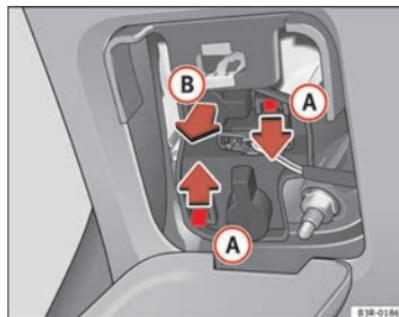

Fig. 220 Smontaggio del supporto lampade
- Fare pressione sulle linguette **A** ⇒ pag. 288, fig. 220 nel senso indicato dalle frecce ed estrarre il portalampada nel senso indicato dalla freccia **B**.